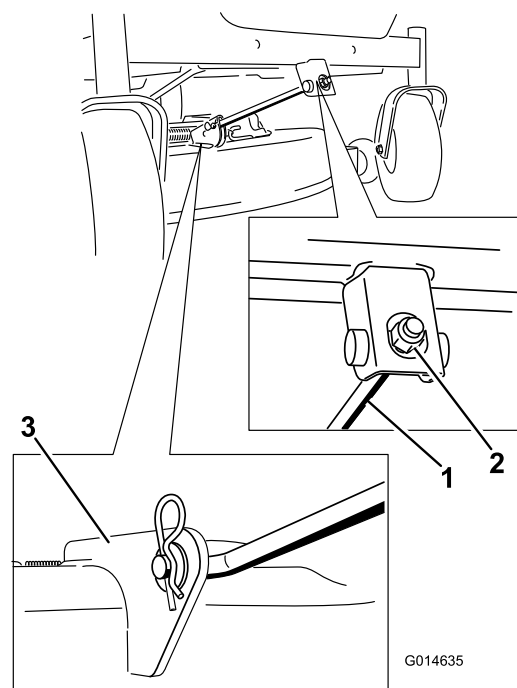

Figure 53
4. Retirez la goupille fendue de la tige de support avant et déposez la tige du support de tablier (**Figure 53**). Abaissez doucement l'avant du tablier de coupe au sol.
6. Fixez la tige de support avant au tablier de coupe à l'aide de l'axe de chape et de la goupille fendue (Figure 53).